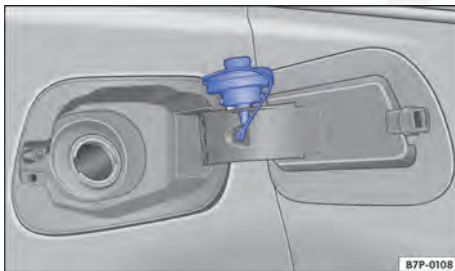

Fig. 233 Portinhola do tanque aberta com a tampa do tanque pendurada.
- Desrosquear a tampa do tanque no sentido anti-horário e colocá-la sobre a portinhola do tanque → Fig. 233.
O tipo de combustível correto para o veículo está indicado em uma etiqueta adesiva na parte interna da portinhola do tanque → Fig. 233.